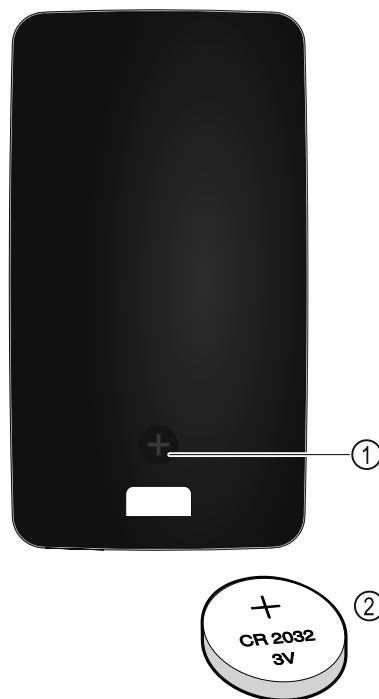

Fig. 260
Strømforsyningen til fjernkontrollen skjer via et batteri av type CR 2032 med 3 V Fig. 260 (2), som kan kjøpes i faghandelen.
- Skru ut skruen Fig. 260 (1) på baksiden av fjernkontrollen.